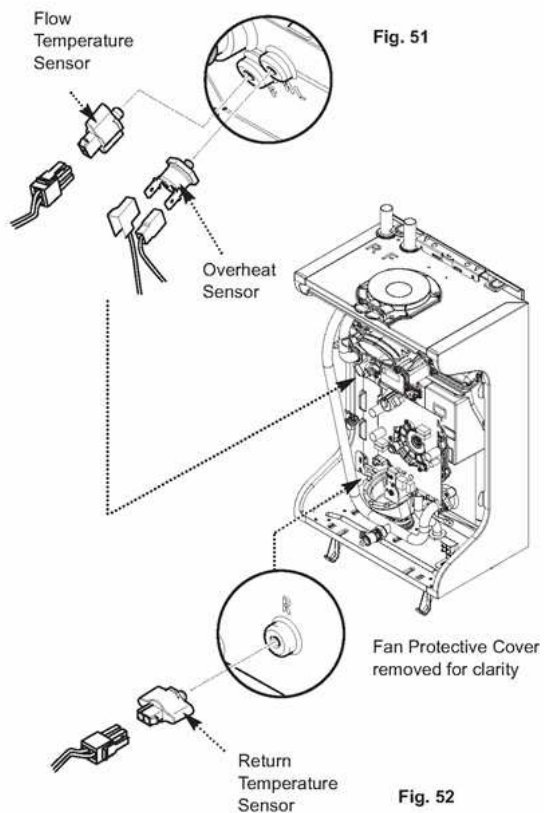

Fig. 51 & Fig. 52
10.3.6 Flow Temperature Sensor (Fig. 51)
10.3.7 Overheat Sensor (Fig. 51)